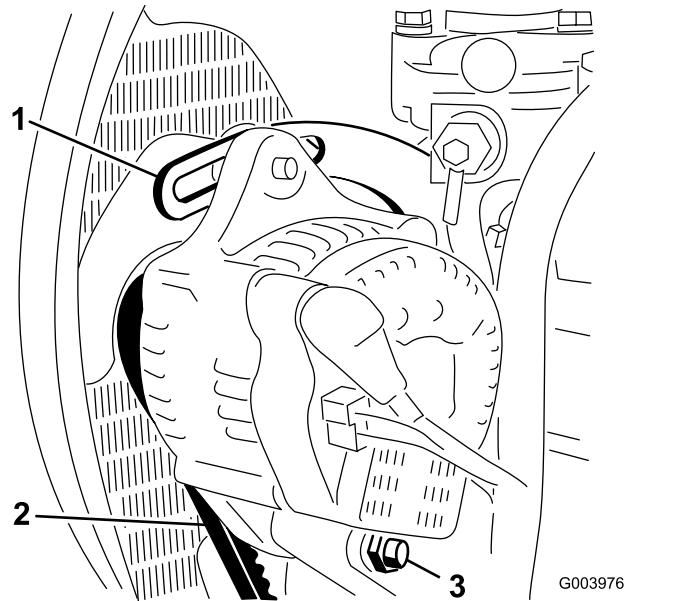

Figura 63
- Compruebe la tensión de la correa del alternador presionándola (Figura 63) en el punto intermedio entre las poleas del alternador y del cigüeñal con una fuerza de 10 kg (22 libras).
- Afloje el perno que fija el tirante al motor (Figura 63), el perno que fija el alternador al tirante y el perno de pivotaje.